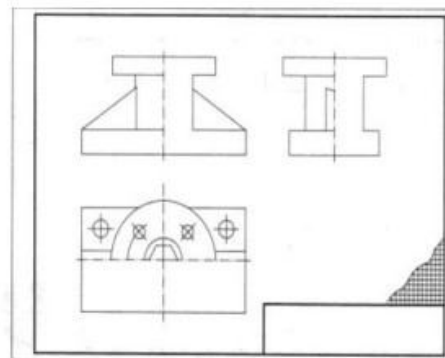

Рисунок 3
- внутри габаритных прямоугольников тонкими линиями нанести виды деталей, предпочтительно с левой или верхней стороны (рис.3). При этом следует соблюдать пропорции элементов детали и проекционную связь всех изображений. На той части изображения, где будет выполняться разрез, нанести только наружный контур детали. Удалить линии габаритных прямоугольников;